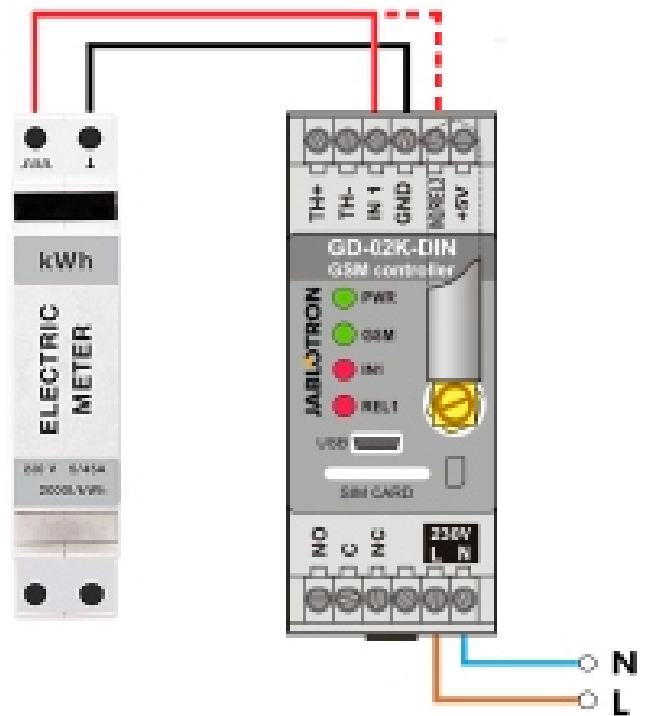

Abb. 6: Messungsmodus des Energieverbrauchs
- Dieser Modus erfordert die Verbindung zwischen dem Impulsausgang des Elektrizitätszählers und den Klemmen IN1 oder IN2 und der Klemme GDN des GDO2K-DIN (siehe Abbildung 6). Wenn der Stromzähler für zwei Tarife bestimmt ist oder wenn zwei unabhängige Stromzähler vorhanden sind, können Sie beide Eingänge gleichzeitig verwenden. Der Stromzähler kann einphasig oder dreiphasig sein.